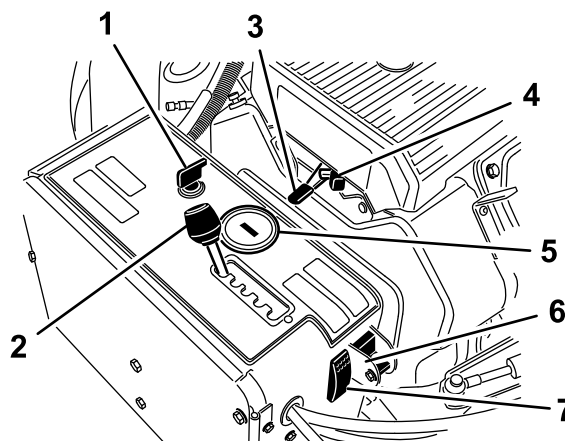

Figure 12
Le commutateur d'allumage (Figure 12) sert à démarrer et arrêter le moteur. Il a 3 positions :
Placez le levier (Figure 12) dans la position correspondant à l'espacement des trous voulu ou à la position « T » pour le transport.
La commande d'accélérateur (Figure 12) permet de réguler le régime moteur. Déplacez la commande en avant (position HAUT RÉGIME) pour augmenter le régime moteur ou en arrière (position BAS RÉGIME) pour le réduire. Le régime moteur régule la vitesse de la tête d'aération et commande la vitesse de déplacement de la machine.
- Lorsque le moteur s'arrête, le compteur horaire/compte-tours (Figure 12) affiche le nombre d'heures de fonctionnement du moteur.
Utilisez le volet de départ pour démarrer le moteur à froid (Figure 12).
Tournez le sélecteur vers le bas pour désactiver la fonction TrueCore (Figure 12). Retirez le boulon pour accéder au sélecteur manuel.
Appuyez sur l'interrupteur de réinitialisation du système (Figure 12) pour lever la tête d'aération si la machine tombe en panne (par exemple, panne de carburant).